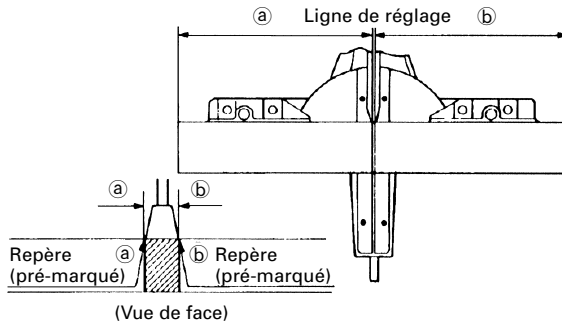

Fig. 25
- (1) Comme indiqué à la Fig. 25, la largeur de la lame est la largeur de coupe. En conséquence, glisser la pièce vers la droite (vue de la position de l'opérateur) pour obtenir la longueur (b), et sur la gauche pour obtenir la longueur (a).